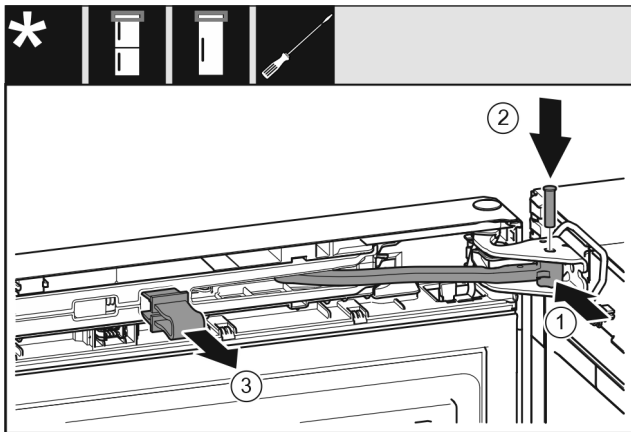

Fig. 31
- ▶ Ktheni menteshën Fig. 31 (1) në bazamentin mbështetës.
- ▶ Vendosi bulonin Fig. 31 (2) në bazamentin mbështetës dhe në menteshë. Këtu bëni kujdes që gunga ndaluese të futet saktësisht në kanal.
- ▶ Hiqni siguresën Fig. 31 (3).